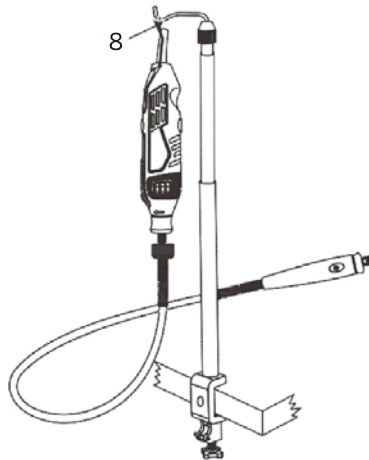

Figure 8
6. Insérez le crochet de suspension de l'outil rotatif (7) dans le haut de la tige de la barre de suspension.
7. À l'aide de la boucle de suspension de l'outil rotatif (8), fixez l'outil rotatif à son support (figure 8).